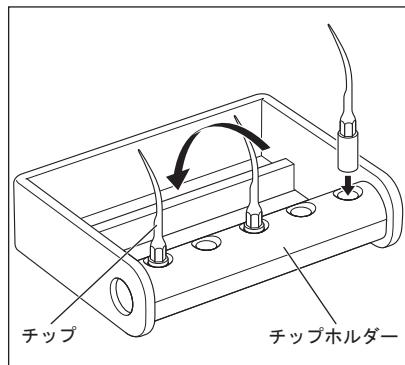

図27
- ・チップホルダーはオートクレーブ滅菌可能です。最大5種類のチップまで同時に滅菌することができます。滅菌の際は、矢印の方向にチップを倒して使用してください。（図27）